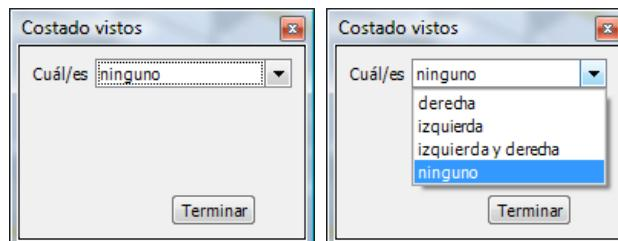

Figura 57 (costados vistos)
- Pinchando en el botón **Costados vistos** se selecciona cuál o cuáles van a ser los costados vistos del armario. Las posibilidades se seleccionan mediante una lista desplegable con las siguientes opciones: ninguno costado visto, solo el costado izquierdo, solo el costado derecho, o los costados izquierdos y derechos a la vez. Los costados vistos son los que van a quedar a la vista, es decir, no van a ser tapados por ninguna pared. En la siguiente figura 57 se muestra el formulario de costados vistos.